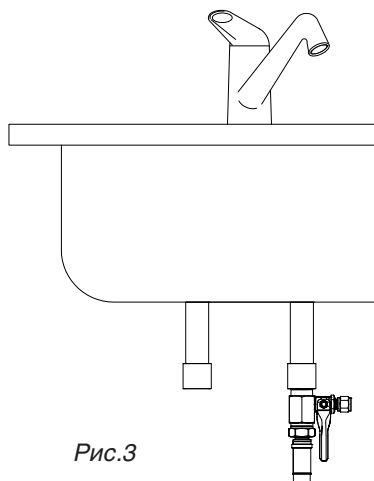

Рис.3
- установить узел в сборе в разрыв гибкой подводки смесителя. Рис.3.;